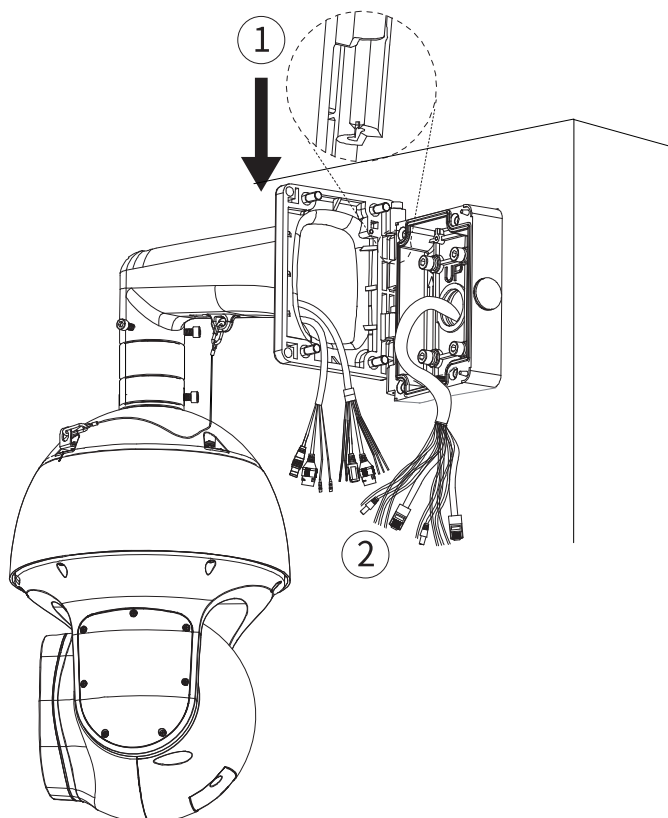

Рисунок 4.9 – Монтаж
14. Выполните подключение кабелей (Рисунок 4.9).